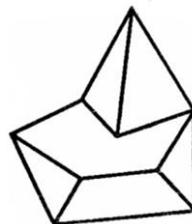

Рис.76
**Правильные многогранники** – это геометрические фигуры, состоящие из конечного числа плоских правильных многоугольников (см. рис. 76);